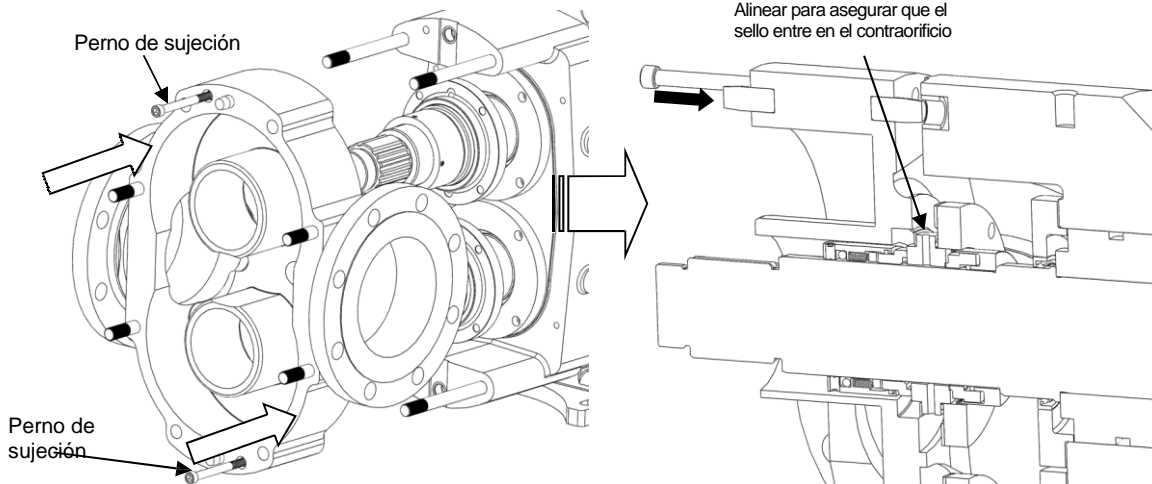

Figura 65: ZP1 320 Instalar cuerpo de bomba
1) Asegúrese de que todos los componentes de sellos se instalen según las instrucciones de “Mantenimiento de sellos” de las páginas 21-23. Asegúrese de que todas las clavijas estén en su lugar y que todas las piezas, incluyendo el cuerpo, los rotores y las contratuercas estén limpias y libres de materias extrañas. Deslice lentamente el cuerpo sobre los pernos y ejes de la caja de engranes, asegurándose de que los sellos estacionarios ingresen a los orificios del cuerpo sin sufrir daños (Figura 65). Instale los dos pernos de sujeción y apriete el cuerpo contra la caja de engranes para asegurarse de que las clavijas se enganchen.